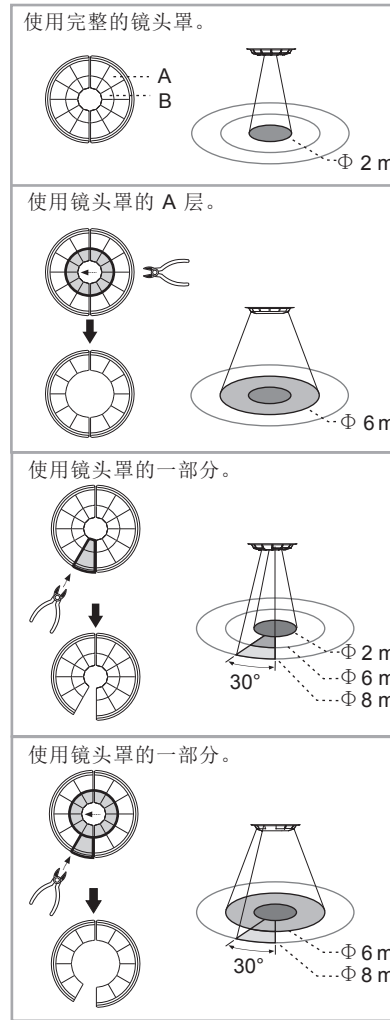

图 24
4.2.3.2 要求的感应区域选定完毕后，不需要再拆除镜头罩部分（见图 24）。
● 图 24 中的阴影部分显示了去除镜头罩部分后暴露的感应区域。